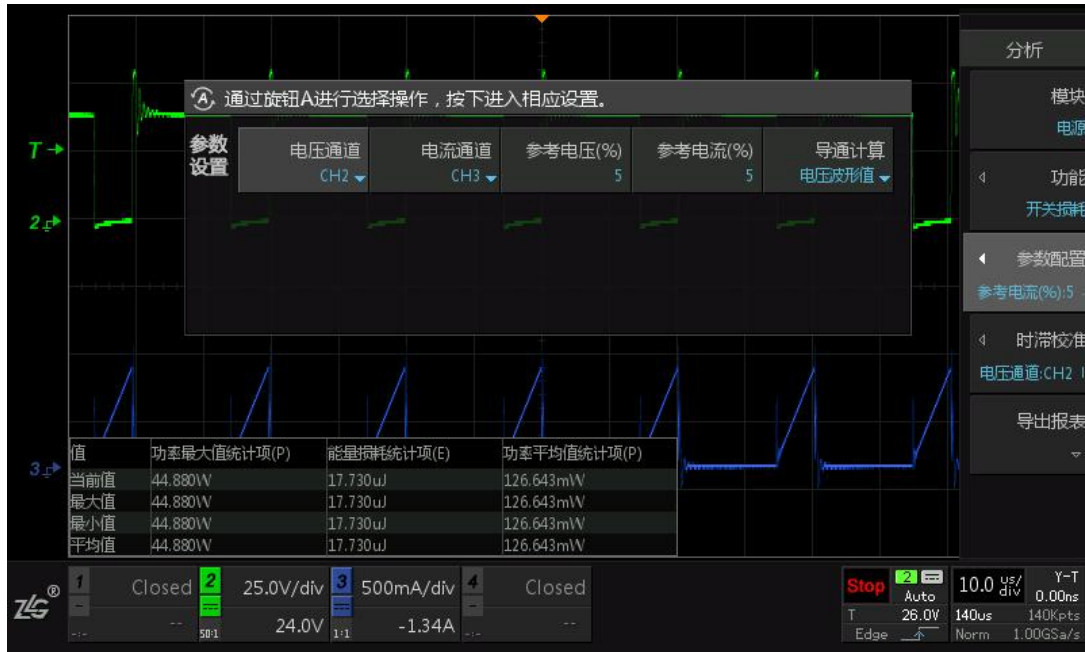

图 7.35 开关损耗参数设置
(2)、调节好电流探头和电压探头的探头比率后，点击【Analyze】进入电源分析测试界面，在【功能】中选择【开关损耗】 / 【动态开点电阻】 / 【dv/dt】 / 【di/dt】，点击【参数配置】进入参数设置界面，如下图 7.35 所示。参数设置用于判定开关的状态，需要进行设置的参数有电压通道、电流通道、参考电压、参考电流和导通计算选择。